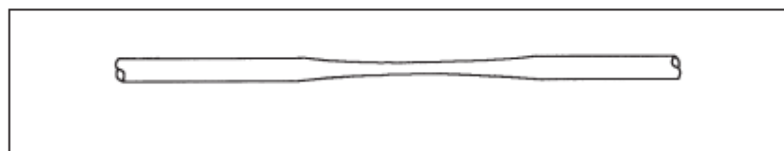

Figura 4
- "Estreitamento". Um cabo estirado. Veja Figura 4.